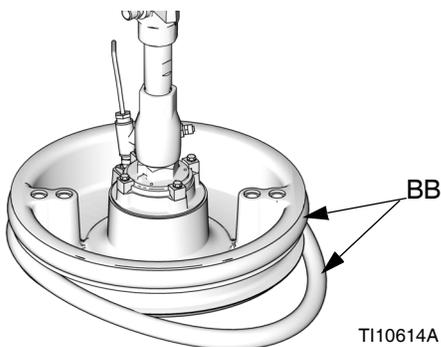

FIG. 42
1. À l'aide d'un instrument en bois ou plastique, pour éviter d'endommager le racleur (BB), nettoyez les rainures des joints.
2. *En partant du bas*, inclinez un racleur (BB) sur le dos du cylindre (D). Voir la FIG. 42.
3. Introduisez le racleur (BB) dans la rainure supérieure et faites glisser l'avant du racleur dans la rainure.
4. Si vous utilisez un cylindre de 55 gallons, introduisez le second racleur (BB) dans la rainure inférieure et faites glisser l'avant du racleur dans la rainure.